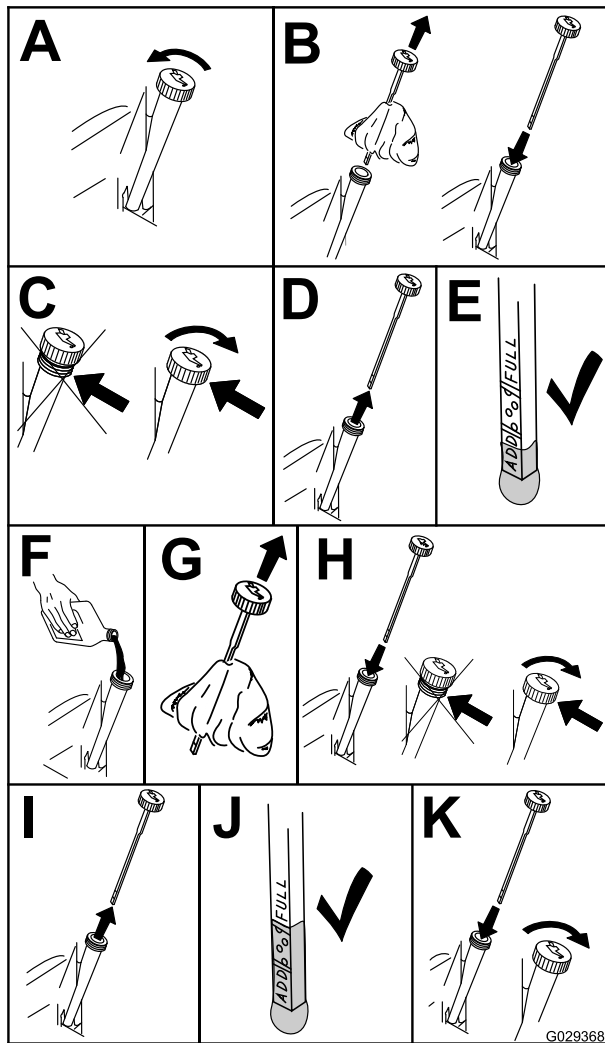

Figure 32
3. Pour éviter de faire tomber de l'herbe, de la poussière, etc., dans le moteur, nettoyez la surface autour du bouchon de remplissage-jauge d'huile, avant de l'enlever (Figure 32).